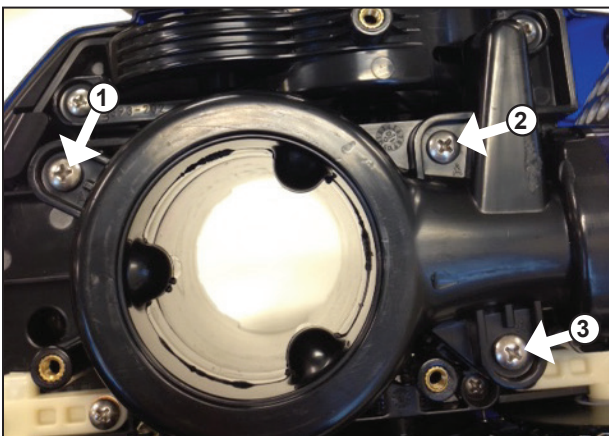

Figura 5. Retire los tres (3) tornillos del sistema de administración de agua
8. Coloque el limpiador sobre las ruedas laterales dobles y retire los tres (3) tornillos que se encuentran en la ubicación marcada como “A” en el montaje del sistema de administración de agua (Figura 5).